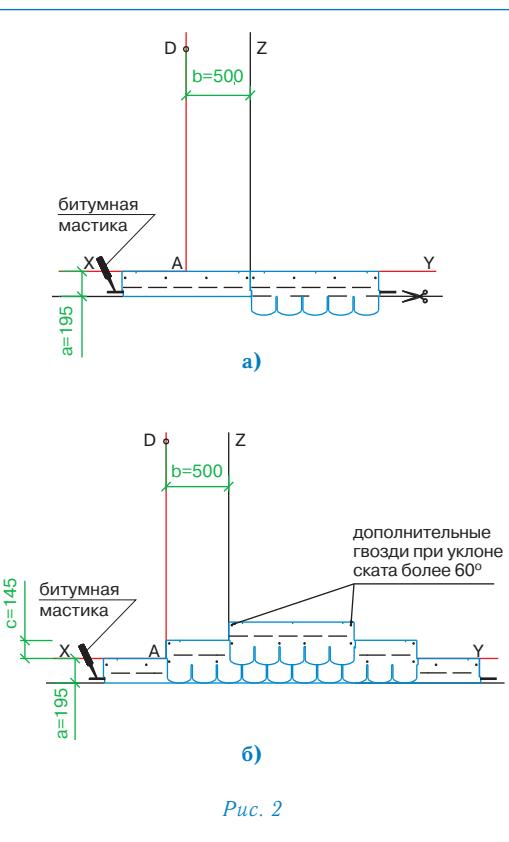

Рис. 2
**Укладка материала (рис. 2)**
- Начальный ряд формируется из листов черепицы ТРАДИШНЛ обрезанных по линии, образованной конечными точками вырезов. Полученные таким образом полосы шириной 19,5 см укладываются по линии карниза в обе стороны от линии Z (рис. 2а) и фиксируются по нижнему краю битумной мастики, а по верхней кромке 4 гвоздями (ось гвоздей на 5 см ниже верхнего края полосы);
- далее первый ряд черепицы укладывается от линии AD (рис. 2б);